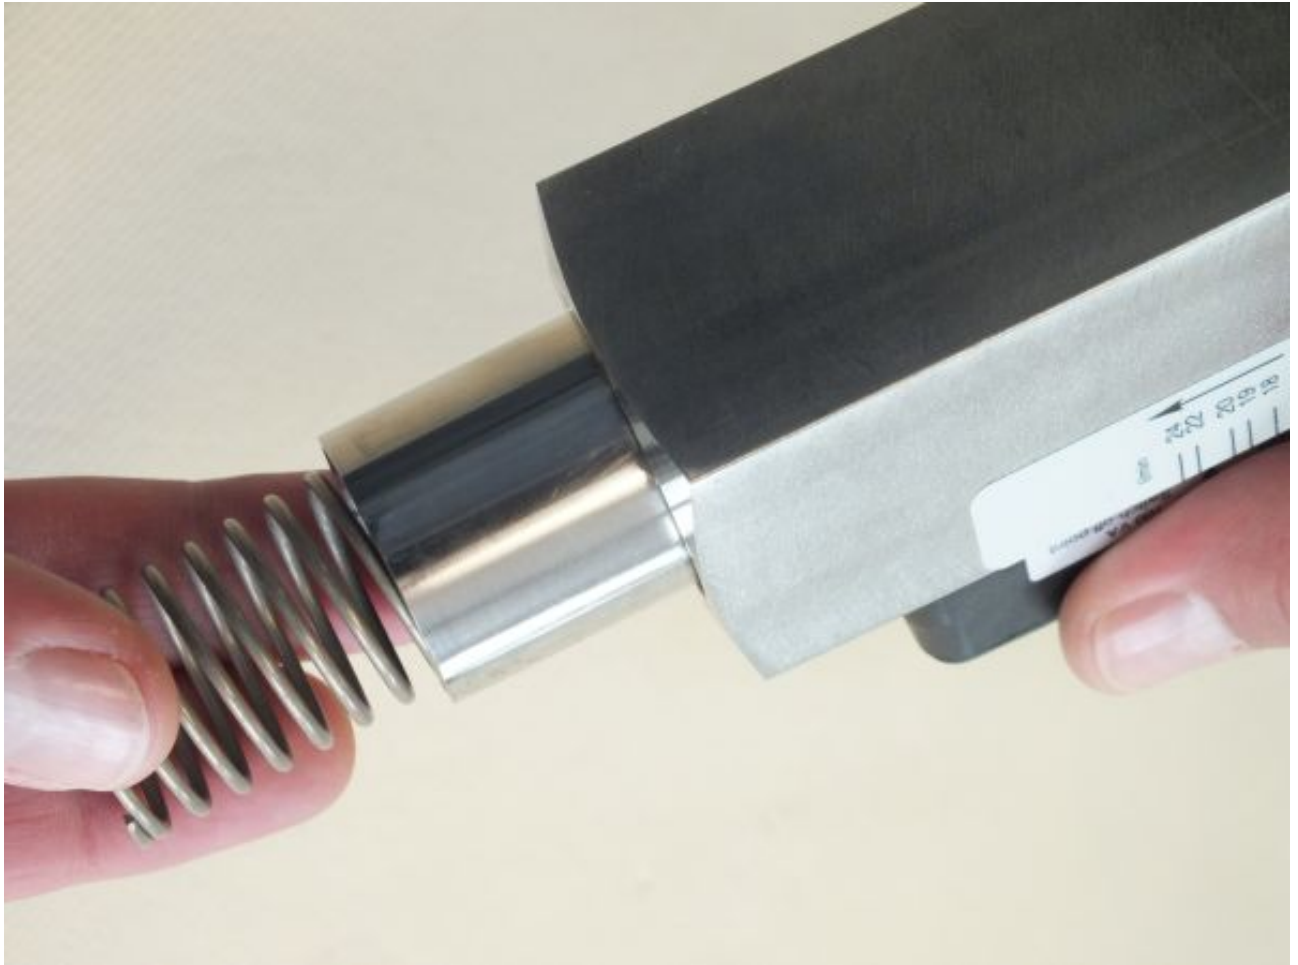

Abb. 53: Innenteile entnehmen
- 11.** ▶ Gerätekörper vorsichtig um 180° drehen und Innenteile des Gerätes (Schwebekörper, Magnete und Feder) entnehmen (*Abb. 53*)